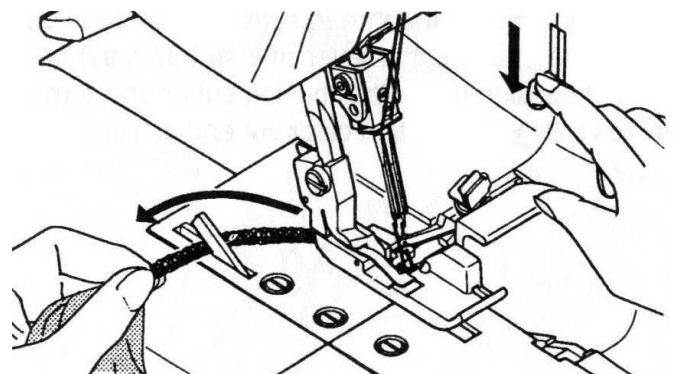

Fig. 3
Podczas szycia lekkiego materiału przy pomocy 3 nici (jedynie igła prawa) i po ustawieniu pokrętki szerokości cięcia na 4 - 5, pętle mogą zwisać z krawędzi (rys. 3). W takim przypadku należy wymienić prowadnik ściegu (A) na (B), aby uzyskać gładki ścieg (rys. 4).